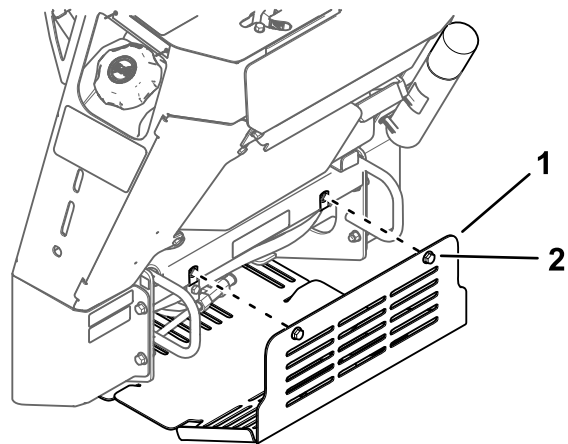

Figure 21
3. Desserrez l'un après l'autre les 2 boulons qui fixent le panneau de protection inférieur jusqu'à ce qu'il se détache (Figure 21).